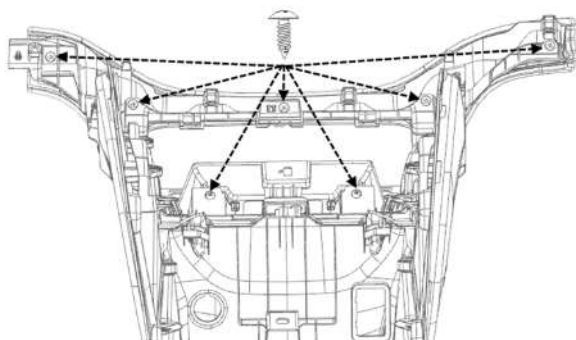

图 1-3-9.1 副仪表板上总成示意图 1
(1) 在用副仪表板上总成车前方向, 螺丝刀松开图 1-3-9.1 所示的 7 个副仪表板上总成安装在副仪表板本体装配总成上的螺钉(Q2734213F31A)。
(2) 打开扶手, 使用缠有柔性保护的一字螺丝刀沿图 1-3-9.2 所示把左侧装在副仪表板本体装配总成上的卡角、卡扣撬松脱开, 右侧相同操作; 沿示意方向 1 使卡角、卡扣完全脱离, 确认将线束插接件端子断开, 沿示意方案 2 把副仪表板上总成取出。